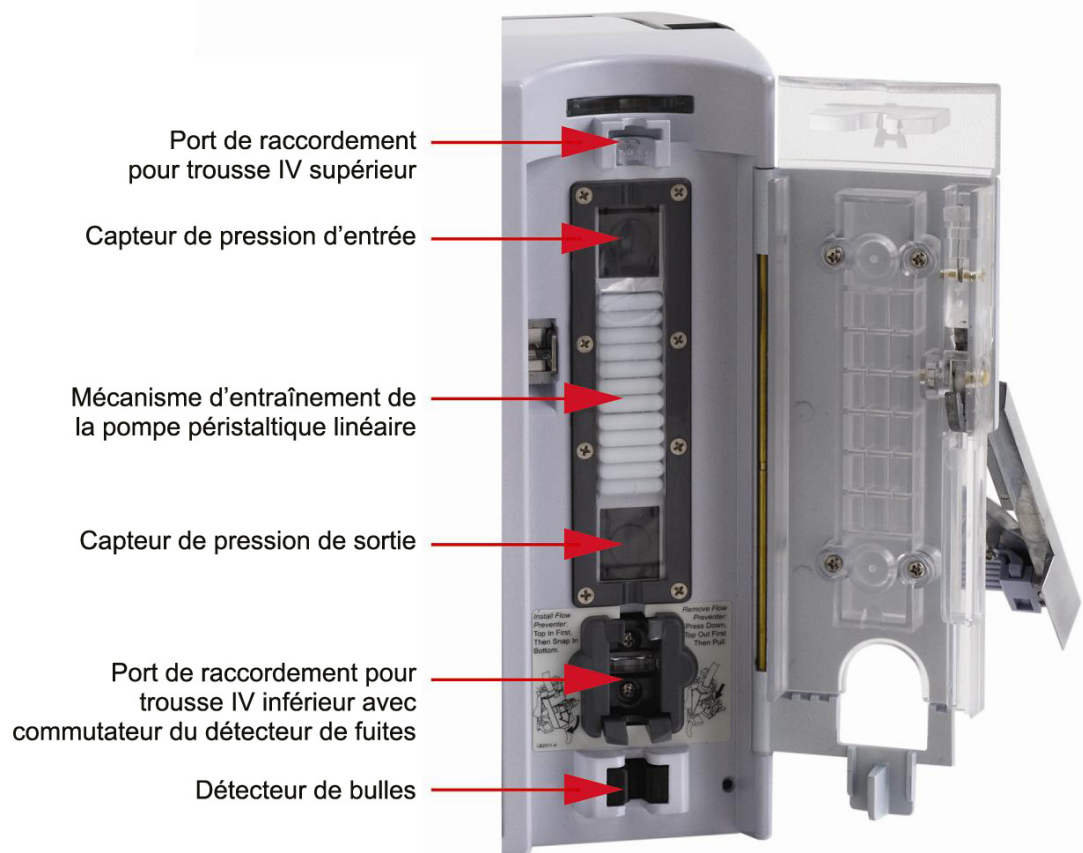

Figure 1-2. Volet d'entraînement de la pompe ouvert
1.1.2 Mécanisme d'entraînement de la pompe. Voir figure 1-2 pour l'emplacement des principaux éléments du mécanisme d'entraînement de la pompe du système de perfusion.